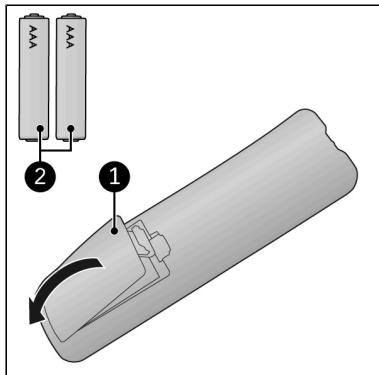

Figure 133.
1. Îndepărtați capacul pentru baterii (Figure 133, poz. 1).
2. Introduceți două baterii (AAA 1,5 V) (Figure 133, poz. 2) așa cum este indicat în compartimentul pentru baterii. Asigurați-vă că introduceți bateriile în mod corect.